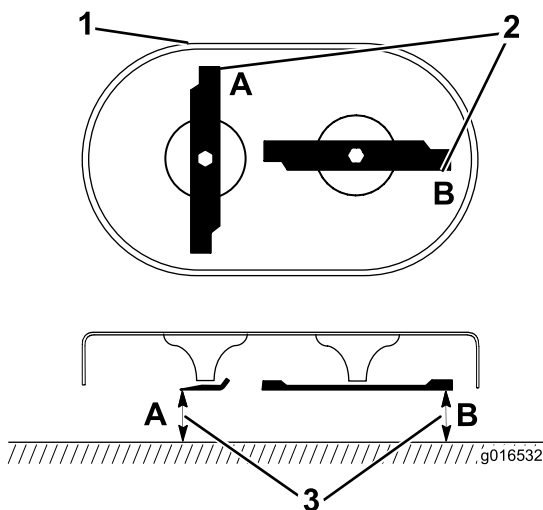

Figura 42
1. Ruotate le lame nella posizione illustrata nella Figura 42.
2. Misurate da una superficie piana ai bordi di taglio nelle posizioni **A** e **B** (Figura 42), e registrate entrambe le dimensioni.
3. Ruotate le lame in modo che le estremità opposte si trovino nei punti **A** e **B** (Figura 42).